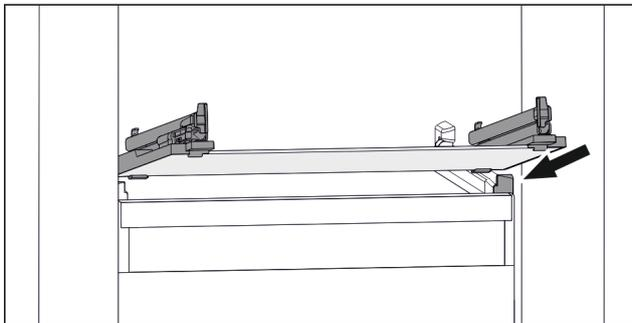

Fig. 67 Beispielhafte Darstellung der Glasplatte
- ▶ Glasplatte schräg hinter den Stopperrahmen aufsetzen. (siehe Fig. 67)